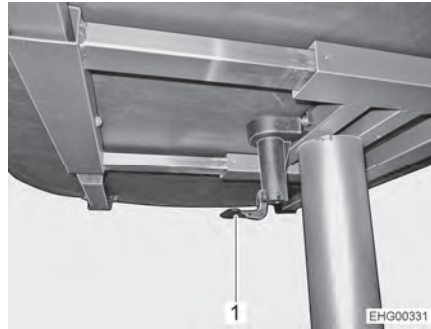

Fig. 61 Tavolo rialzabile
- Tirare verso il basso la leva del bloccaggio del tavolo centrale (Fig. 61,1).